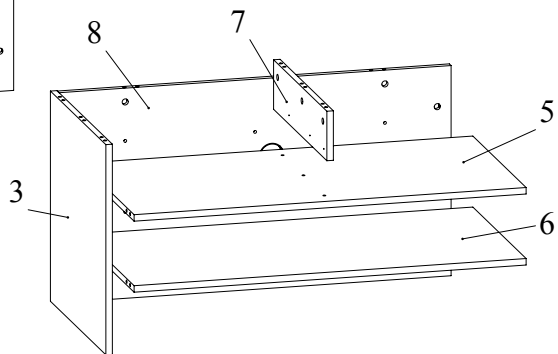

Рис.5
- Соединить при помощи конфирматов 7x50 перегородку 7 с полкой 5 (Рис. 5).
- Установить полки 5, 6 на боковину 3 и зафиксировать, повернув конфирматным ключом головки минификсов по часовой стрелке до упора. Соединить при помощи конфирматов 7x50 полки 5, 6 с задней стенкой 8 (Рис. 5).